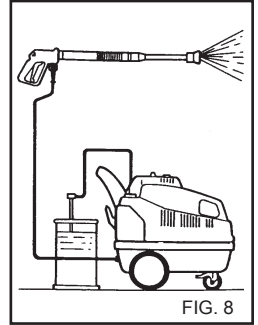

FIG. 8
- 3) Nach einem Waschvorgang mit Reinigungsmittel den Absaugzyklus nachspülen; das Absaugrohr (Fig.8) in einen Kanister mit sauberm Wasser stecken und die Pumpe bei völlig geöffnetem Dosierung-shahn und bei Lanze in Reinigungsmittel-Abgabeposition eine Minute lang laufen lassen.
4) Nach einem Waschvorgang mit Reinigungsmittel den Absaugzyklus nachspülen; das Absaugrohr (Fig.8) in einen Kanister mit sauberem Wasser stecken und die Pumpe bei völlig geöffnetem Dosierungshahn und bei Lanze in Reinigungsmittel-Abgabeposition eine Minute lang laufen lassen.